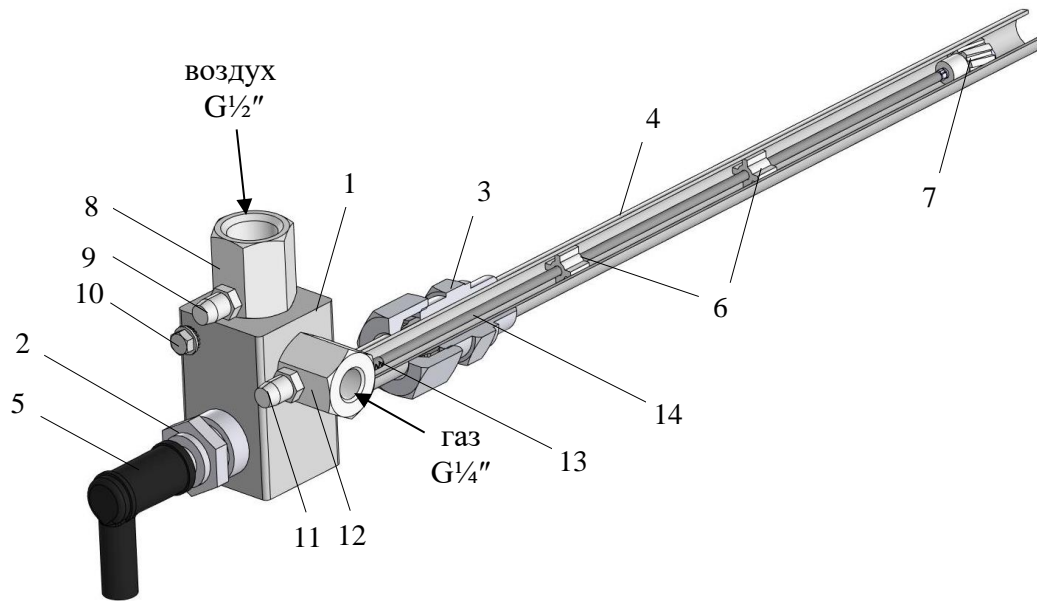

Рисунок 2 – Обозначение основных частей горелки ПЗГ (разрез)
2.1.1 Обозначение основных частей горелки ПЗГ в разрезе 3D-модели представлено на рис. 2.
2.1.2 Основной конструкции горелки (рис. 2) является голова горелки (поз. 1). К голове
4.2.4 Необходимо обеспечить постоянное давление газа в интервале от 15 до 90 мбар на входе последнего отключающего клапана (по ходу газа) перед штуцером подвода природного газа (рис. 2, поз. 12).
4.2.5 Необходимо обеспечить постоянное давление воздуха в интервале от 15 до 70 мбар на входе последнего отключающего клапана (по ходу воздуховода) перед штуцером подвода воздуха (см. рис. 2, поз. 8).